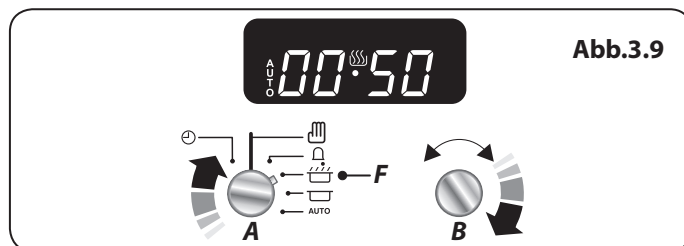

Abb.3.9
1. Stellen Sie den Timer-Knopf (A) auf Garzeit-Einstellung (F). Drehen Sie den Einstellknopf (B) nach rechts, um die gewünschte Garzeit einzustellen (**Abb.3.9**).